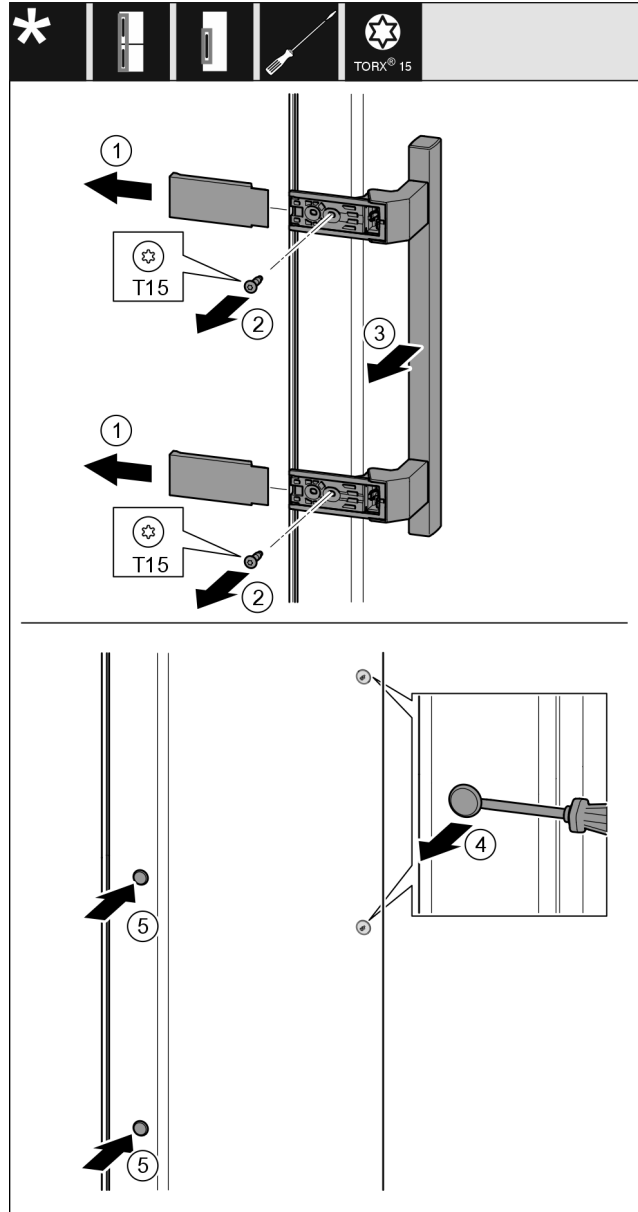

Fig. 34
- ▶ 拆下盖板 Fig. 34 (1)。
- ▶ 用螺丝刀将螺钉 Fig. 34 (2)旋开。
- ▶ 取下把手 Fig. 34 (3)。
- ▶ 用带槽螺丝刀小心地提起侧边的堵头 Fig. 34 (4)并将其拉出。
- ▶ 将堵头 Fig. 34 (5)重新放入另一个侧。